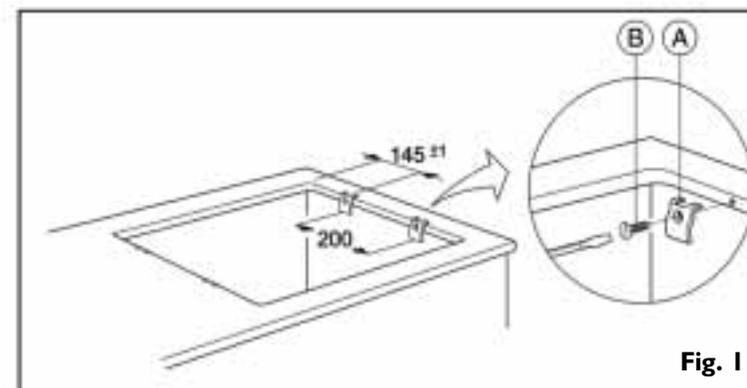

Fig. 1
- Fixez les clips à ressort **(A)** (fig. 1) à l'aide des vis fournies **(B)** (fig. 1) comme illustré, en faisant attention aux distances indiquées.
- Insérez la table de cuisson dans le plan de travail (fig. 1).